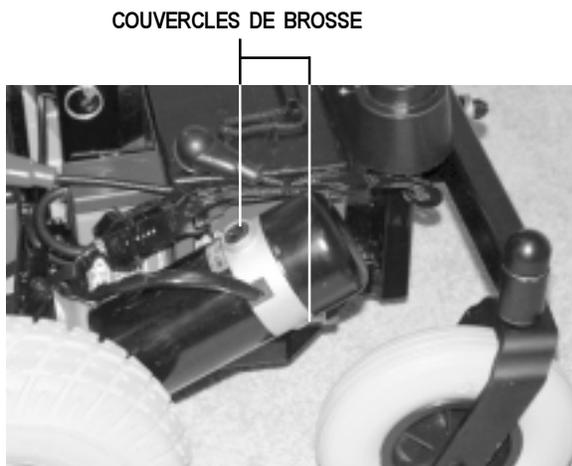

Figure 13. Couvercles De Brosse
2. Enlevez les couvercles des brosses (voir la figure 13).